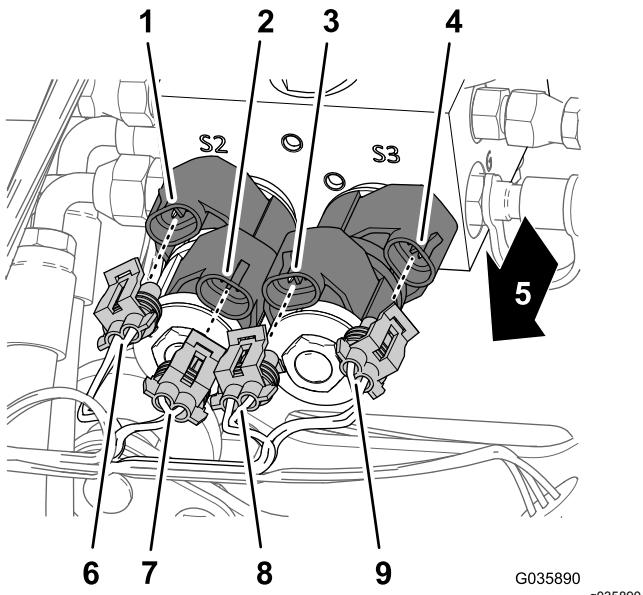

図 26
1. 昇降シリンダ用マニホールドの前部で、ソニックブーム用のワイヤハーネスのコネクタ4個を、ブームの昇降用ソレノイドに、図26のように接続する。